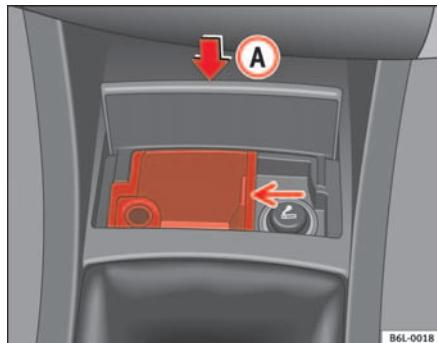

Fig. 80
- Pulse la parte inferior de la tapa del cenicero A ⇒ fig. 80 y ésta se abre automáticamente por efecto del muelle.